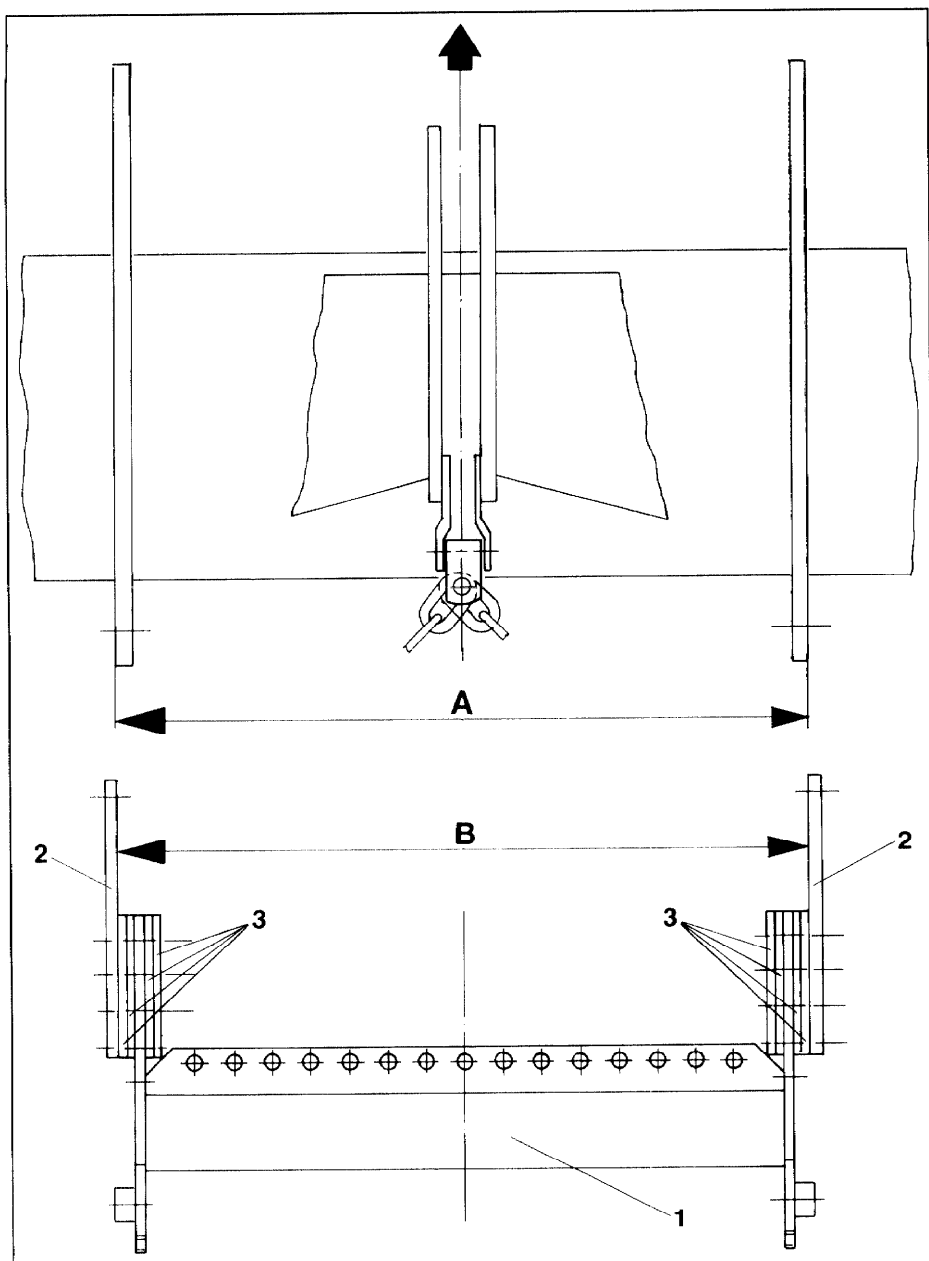
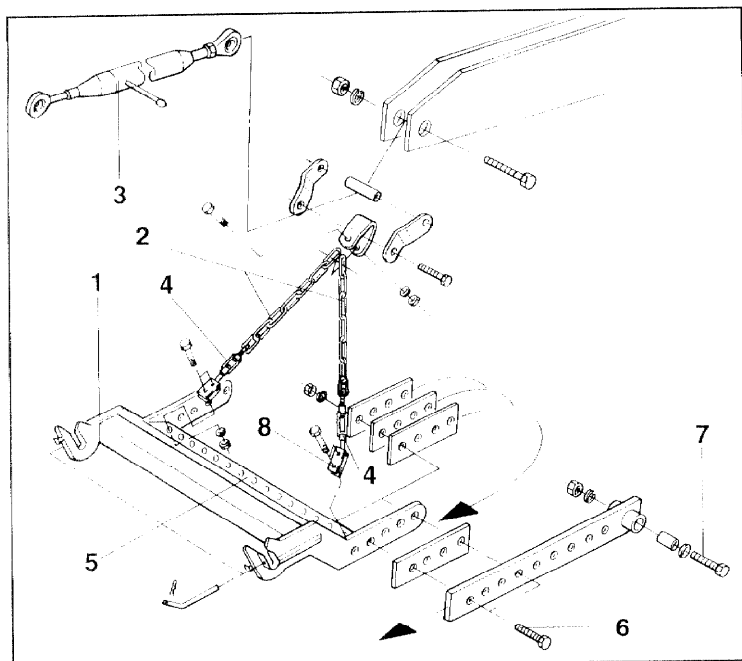
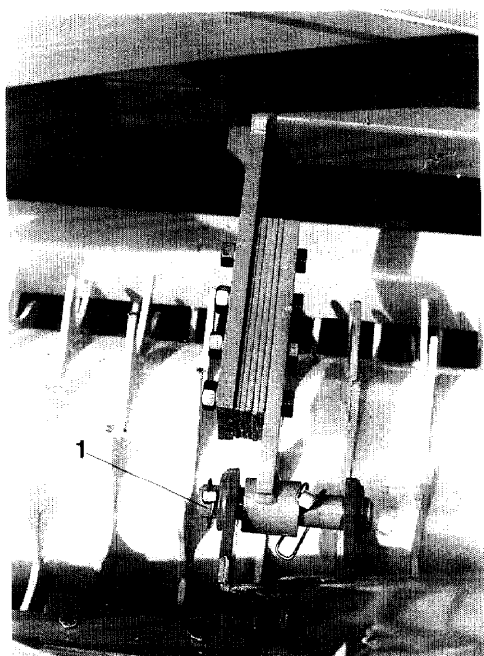

Fig.17
Fig. 19
Fig. 20
Om het koppelframe (fig. 17/1) te kunnen monteren, is het nodig, vooraf de afstand "B" en "C" te gebruiken (zie figuren 17 en 18)
Vinden van de afstand "B" (zie fig. 17)
Afstand "A" (fig. 17) van het achterste, onderste koppelpunt van uw grondbewerkingsmachine uitmeten.
- Koppelframe (fig. 17/1), bevestigingssteun (fig. 17/2) en uitrichtplaat (fig. 17/3), aan elke kant van het koppelframe met minstens twee zeskant-bouten (fig. 19/6) aan elkaar schroeven.
Afstand "B" door omdraaien van de uitrichtplaten (fig. 17/3) instellen.
In de regel laat zich de gevonden afstand "C" niet geheel precies instellen. Gedwongen door de gatengroepen in het koppelframe (fig. 17/1) en in de montageplaat (fig. 17/2), laten zich alleen lengten in trappen van ca. 50 mm. instellen.
Koppelframe (fig.19/1) in het **midden** aan het achterste-onderste aankoppelpunt van de grondbewerkingsmachine bevestigen. Het koppelframe dient men (afhankelijk van de fabrikant), zoals in de figuren 19 en 20 aangegeven, of met bouten (fig.19/7) of pennen (fig.20/1) buigzaam, d.w.z. niet star aan de onderste aanspanning te bevestigen.
Twee kettingen (fig.19/2) tesamen met het spanslot (Fig.19/3) aan de topstang bevestigen. De kettingeinden zijn met schakels uitgevoerd. Aan elke schakel is eventueel een spanslot (fig.19/4) te bevestigen. De spansloten zijn aan het koppelframe, mogelijk buiten aan de gatenlijst(fig.19/5) met behulp van de trekplaten (fig.19/8)aan te schroeven.De trekplaten moeten alleen dan meer naar het midden bevestigd worden, wanneer storende machine delen de bevestiging in het buitenbereik onmogelijk maken.